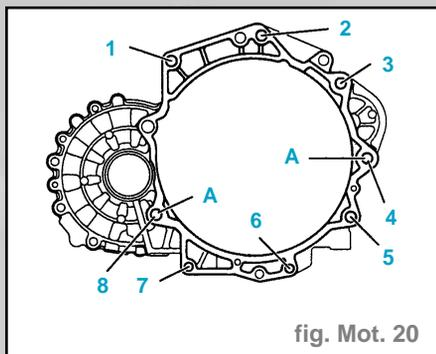

fig. Mot. 20
- Fixation moteur/boîte avec boîte mécanique (fig. mot. 20).